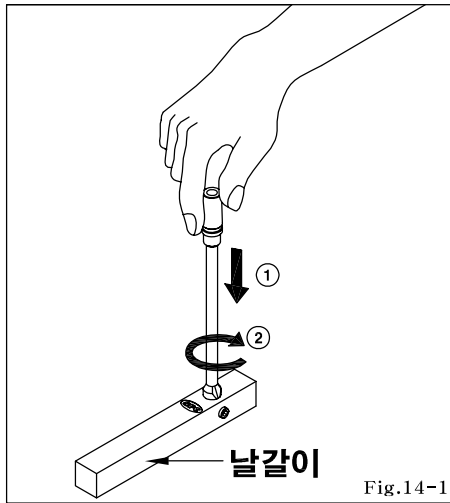

Fig.14-1
- 독자 개발한 특수날갈이(㉗)를 이용하여 천공드릴을 손쉽게 간단하게 연마할 수 있습니다. 먼저, 천공드릴의 끝부분을 날갈이의 날 위에 세운후 천공드릴 내부의 칩을 밀어 올린 후 천공드릴을 지긋이 누르면서 오른쪽 방향으로 돌리십시오(Fig.14-1).